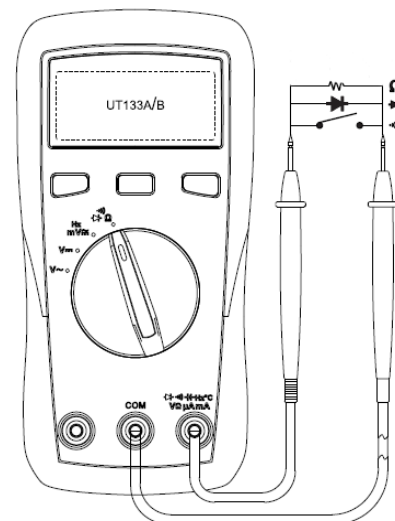

Рисунок 2.2
2. Измерение сопротивления (см. рисунок 2.2)
3. Прозвонка цепей (см. рисунок 2.2)
4. Тестирование диодов (см. рисунок 2.2)